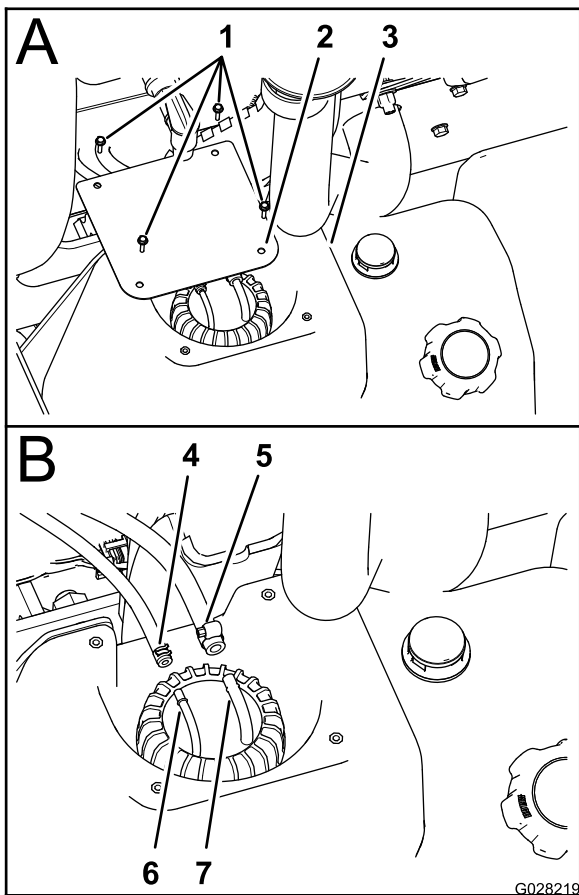

图57
2. 在油箱内卸下将护罩固定至油箱顶部的4个螺丝10 x ¼英寸然后取下护罩图57。
3. 松开将2根燃油软管固定至立针管组件顶部2个软管接头的夹具图57。
4. 从软管接头上断开2根软管将软管中的燃油全部排放到经认可的燃油容器中图57。
4. 将¼英寸燃油软管安装到¼英寸软管接头上并使用软管夹将软管固定到接头上图57。
5. 将5/16英寸燃油软管安装到5/16英寸软管接头上并使用软管夹将软管固定到接头上图57。